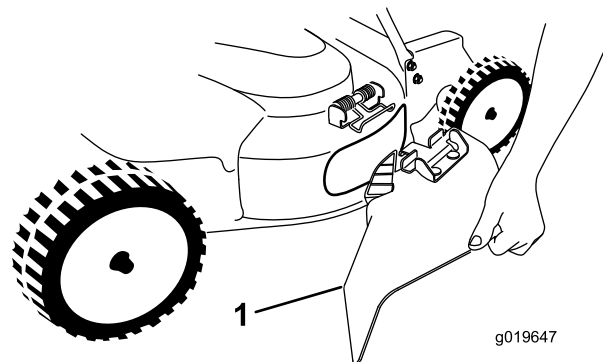

Рисунок 27
5. Установите боковой желоб для выброса (Рисунок 27), потянув вверх за пружину, поместив желоб поверх отверстия и опустив пружину на выступы в верхней части желоба для выброса.